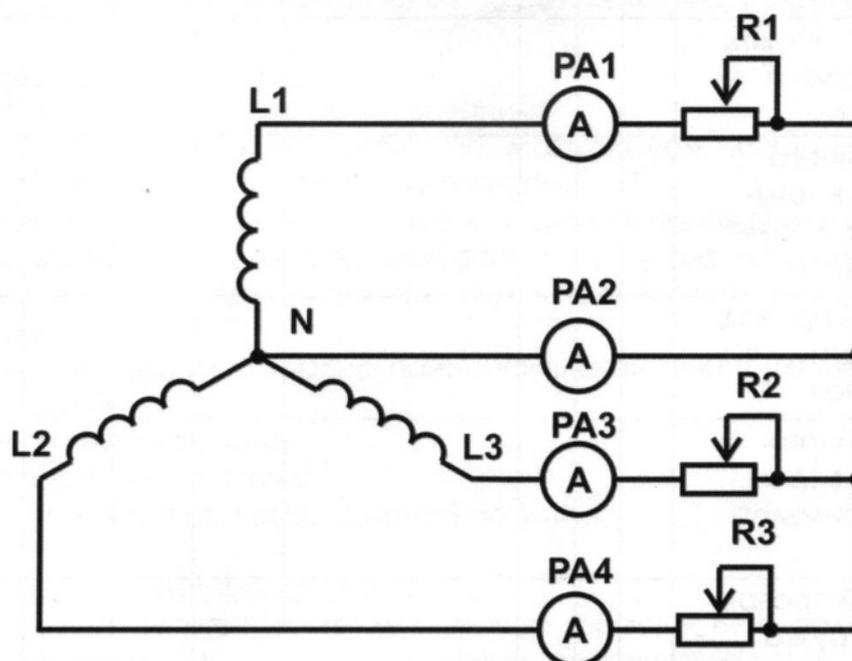

Рис. 3.1 Исследование трехфазной электрической цепи при соединении потребителей по схеме «звезда».
3.2 Собрать электрическую цепь (рис. 3.1), установить в соответствии с заданным вариантом (табл. 3.2) симметричную нагрузку (все сопротивления и мощности фазных потребителей одинаковы) и предъявить цепь для проверки преподавателю.